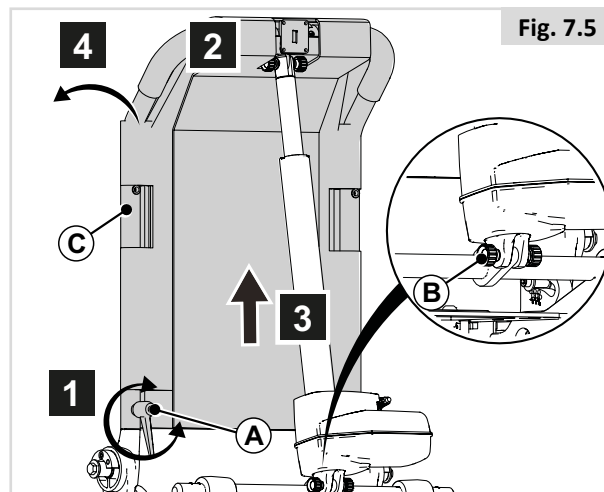

Fig. 7.5
7.4 Dobrar o encosto reclinável (Fig. 7.5)